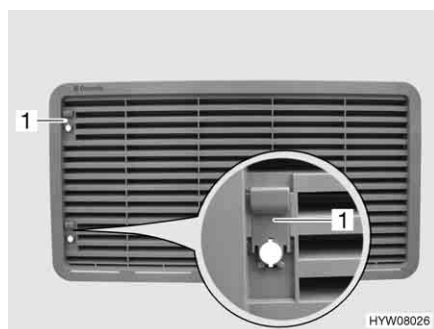

Fig. 204 Griglia di aerazione del frigorifero (con cursore)
- Spingere il cursore (Fig. 204,1) verso l'alto.